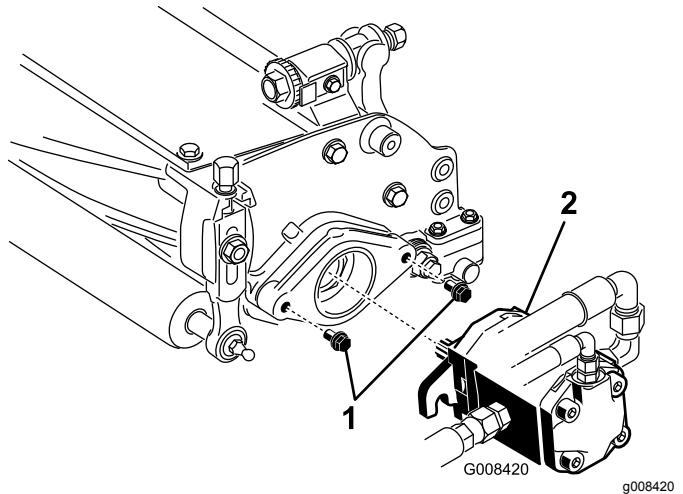

Figure 11
7. Veillez à laisser dépasser environ 13 mm de filetage sur chaque boulon de fixation de moteur d'entraînement de cylindre (Figure 11).
8. Lubrifiez l'arbre cannelé de chaque moteur avec de la graisse propre, puis montez le moteur en le tournant dans le sens horaire de sorte que les brides dépassent les goujons. Tournez le moteur dans le sens antihoraire jusqu'à ce que les brides encerclent les goujons (Figure 11).
9. Resserrez les boulons de montage (Figure 11).